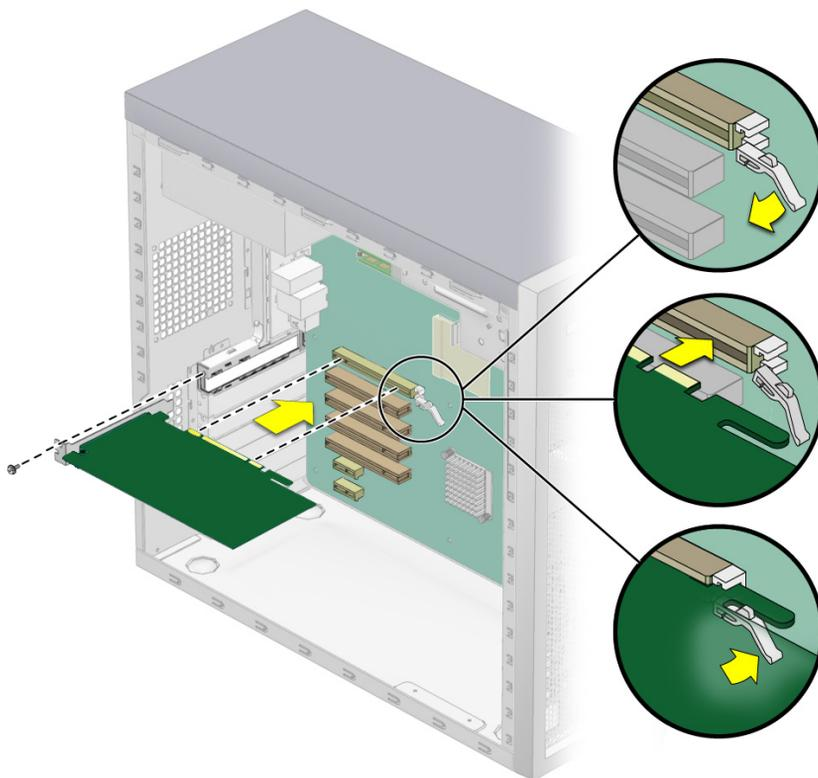

РИС. 4-20 Установка графической платы
- Для графической платы PCI Express (см. РИС. 4-20):